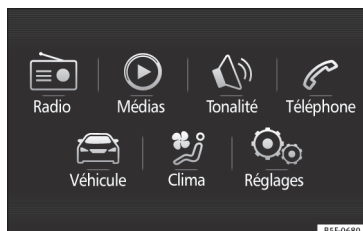

Fig. 32 Easy Connect : Menu principal.
- Appuyez sur la touche **MENU** du système puis sur le bouton **CAR** » **fig. 32**, ou sur la touche **CAR** du système, pour atteindre le menu **CAR** » **fig. 33**.